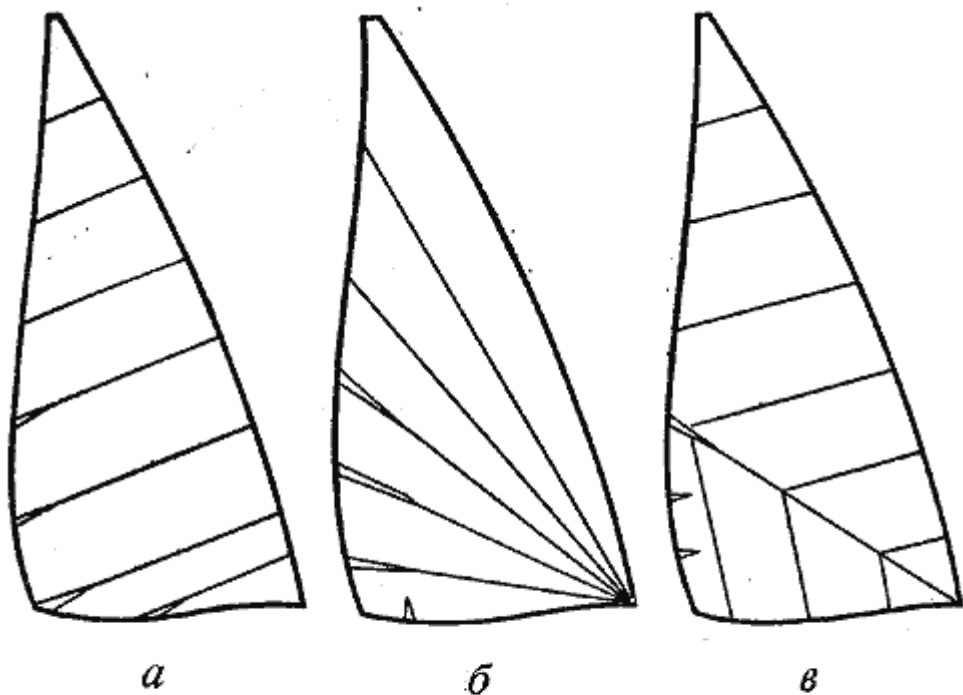

Рис. 7. Закрой по швам. Устойчивость положения наибольшей стрелки профиля паруса обеспечивается сужением полотнищ к передней и нижней шкаторинам:
- четвертый — такое расположение полотнищ относительно шкаторин, при котором «пузо» образуется при вытягивании ткани по косой нитке (см. рис. 7 б и в).
Закрой по полотнищам особенно эффективен при раскрое гота с горизонтальным расположением полотнищ, так как ткань подходит к передней шкаторине под удобным уолом. Именно по этой причине паруса, выкроенные подобным образом, обычно имеют шов, идущий точно в галсовый угол — именно здесь закрой максимально важен для придания нужной формы. При ином расположении полотнищ для образования полноты в нужном месте применяют вытачки (рис. 7), однако тогда в месте окончания вытачек могут появиться небольшие перегибы паруса. Форма паруса у задней шкаторины также создается с помощью подобных закроев. В этом месте «пузо» не требуется. Напротив, парус здесь должен быть совершенно плоским, чтобы воздушный поток мог стекать свободно. Следует отнестись с опаской к швам по задней шкаторине, которые ушивались на протяжении всего срока службы паруса. Такие швы могут потянуть заднюю шкаторину на ветер. Лучше, если они будут несколько распущены, особенно около фалового и шкотового углов, чтобы помочь верхней части задней шкаторины отойти немного под ветер.